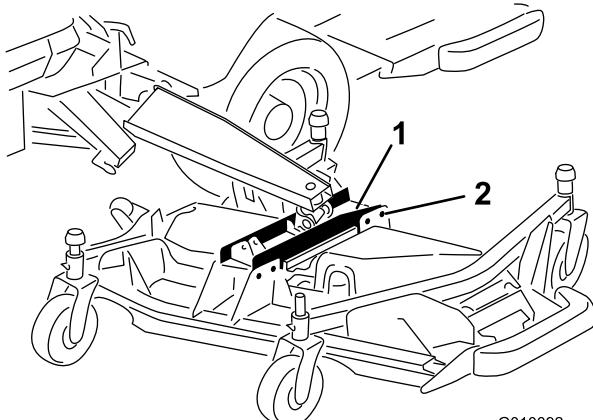

Figura 7
5. Retire los 8 tornillos con arandela prensada y las contratuerzas que sujetan el conector de la plataforma a la unidad de corte (Figura 7).
7. Instale el conector en la unidad de corte con 8 tornillos con arandela prensada y contratuerzas (Figura 7).